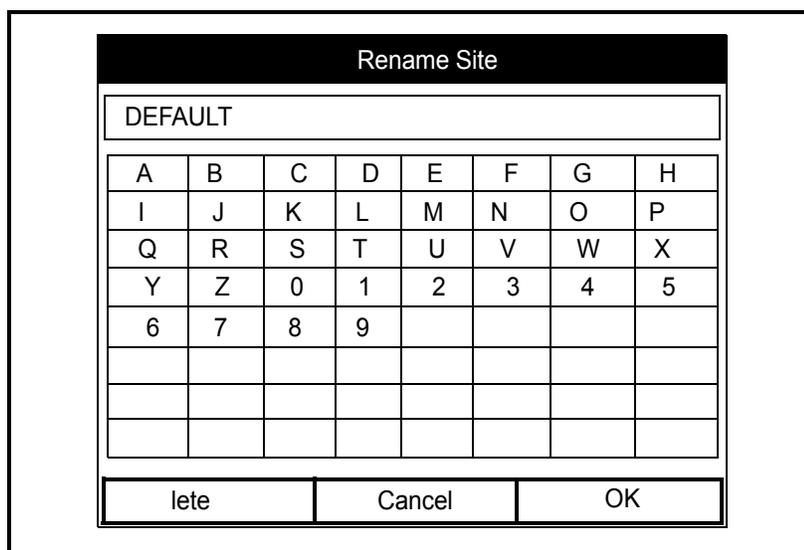

Рис. 4-9. Окно *Rename Site* (Переименовать объект)
2. С помощью прокрутки выберите пункт меню *Rename* (Переименовать) и нажмите [ENTER] (ВВОД). Появится окно, подобное показанному на рис. 4-9 ниже.